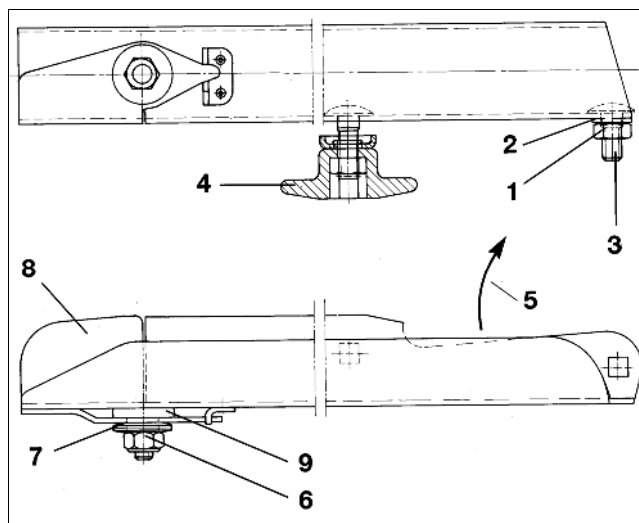

Рис. 54
- Открутите самостопорящуюся гайку (Рис. 54/1).
- Снимите подкладную шайбу (Рис. 54/2) и винт с полукруглой низкой головкой (Рис. 54/3).
- Отвинтите барашковую гайку (Рис. 54/4) и замените распределяющую лопасть.
- Самотормозящуюся гайку (Рис. 54/1) затяните так, чтобы распределяющая лопасть могла перемещаться рукой.
Следите за правильным монтажом распределяющих лопастей. Открытая сторона U-образной распределяющей лопасти должна быть обращена в направлении вращения (Рис. 54/5).
- Отвинтите самостопорящуюся гайку (Рис. 54/6) и снимите все тарельчатые пружины (Рис. 54/7).
- Замените поворотную пластину (Рис. 54/8).
- Затяните самостопорящуюся гайку (Рис. 54/6) с крутящим моментом 6 - 7 Нм, так чтобы поворотная пластина могла проворачиваться рукой, но при эксплуатации не смещалась вверх самостоятельно.
Обращайте внимание на пластиковую шайбу (Рис. 54/9) между распределяющей лопастью и поворотной пластиной.